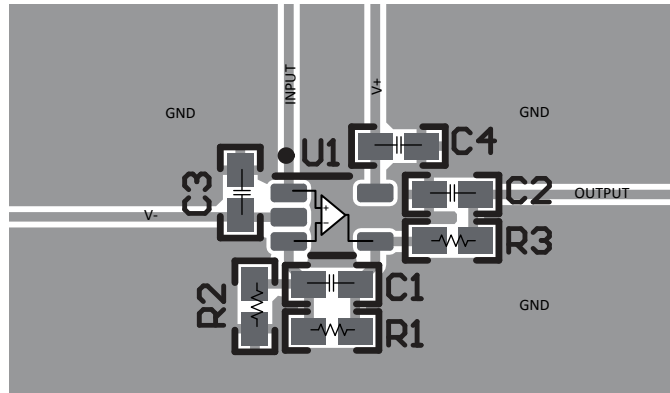

图 10-2. 同相配置的运算放大器电路板布局布线 - SC70 (DCK) 封装
- 外部元件应尽量靠近器件放置。如图 10-2 所示，保持 RF 和 RG 接近反相输入可以最大限度地减少寄生电容。